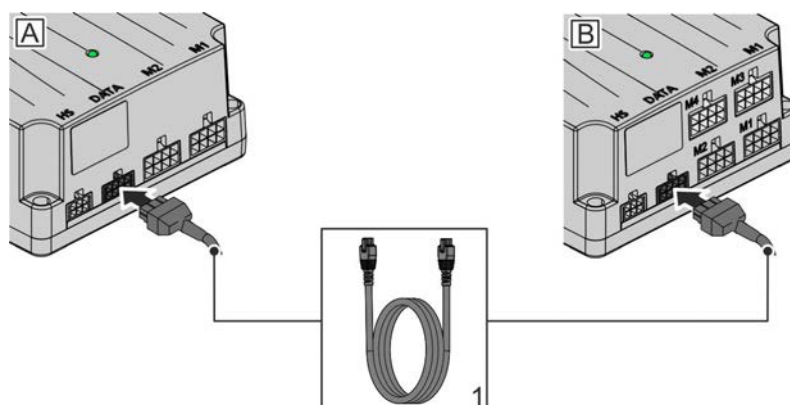

Abbildung 25 - Steuerungen anschließen
1. BUS-Kabel (Abbildung 25, Positionsnummer 1) in die DATA-Schnittstellen der Steuerungen (Abbildung 25/A + B) stecken.